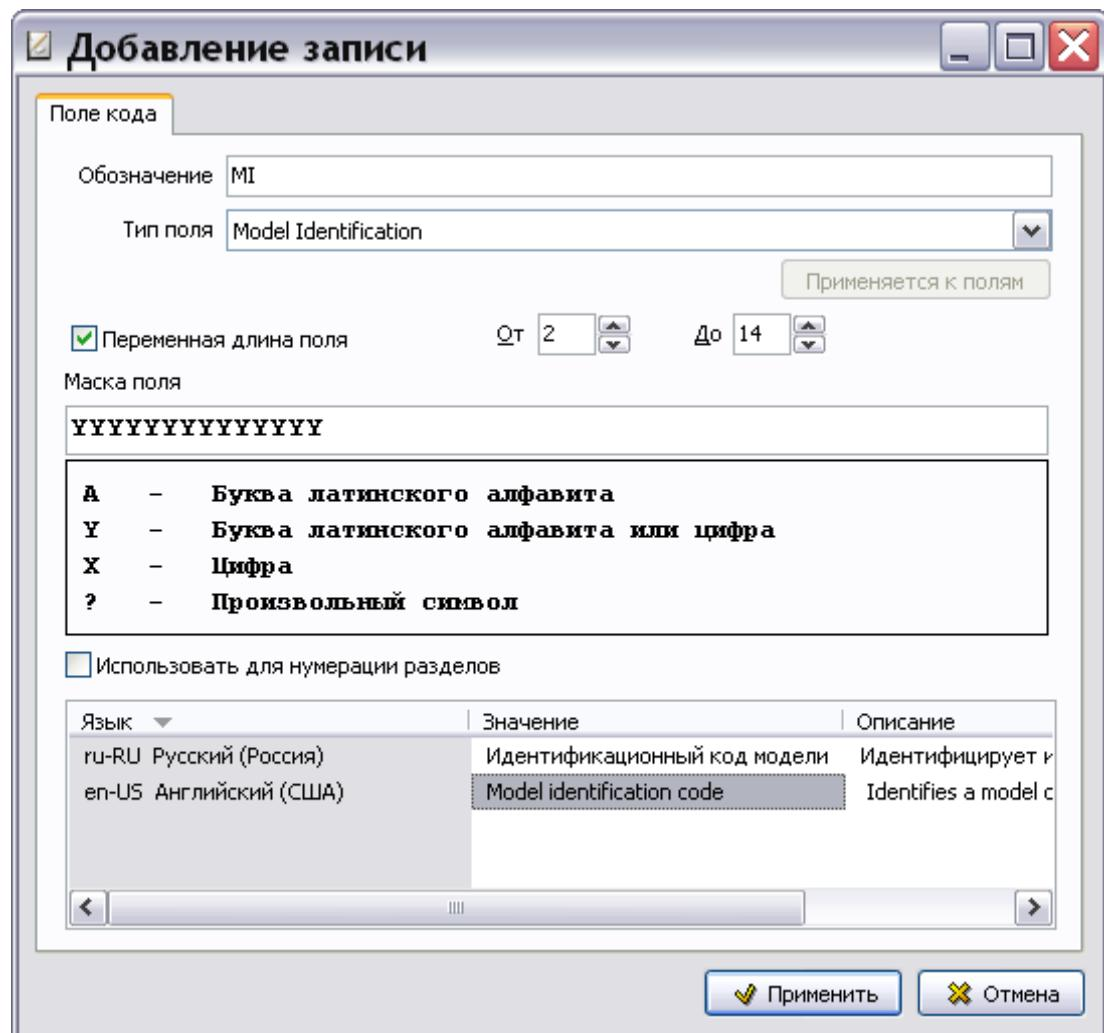

Рис. 2.44
3. В окне **Добавление записи** для поля кода введите обозначение элемента кода – «MI» (Рис. 2.44).
5. Для идентификационного кода модели стандарт ASD S1000D отводит от 2 до 14 символов. Для учета этой возможности выберите параметр **Переменная длина поля** и укажите минимальное (2) и максимальное (14) количество символов. Число символов, введенных в поле **Маска поля:**, должно соответствовать максимальному количеству символов,енному в поле **До**.
Пример окна **Добавление записи** с введенными параметрами для поля кода «Идентификационный код модели» показан на рис. 2.44.